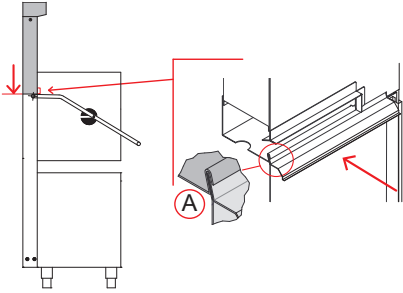

Fig. 14
- Controlar el correcto encastre del perfil (véase Fig. 14 - elemento A).